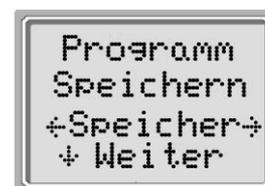

Bild 73
- Mit der LINKS ◀ Taste ⑨ und der RECHTS ▶ Taste ⑫ wählen Sie das gewünschte Kriterium.
- Mit der UNTEN ▼ Taste ⑩ (Weiter) wechseln Sie zum nächsten Programmpunkt.
- Nach Einstellung aller Parameter für das TE Programm können Sie diese durch Drücken der LINKS ◀ Taste ⑨ und der RECHTS ▶ Taste ⑫ speichern. (siehe Bild 73).